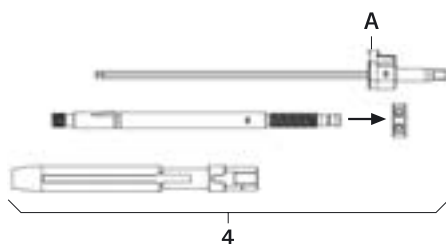

Fig. 1
- Desmontar a alavanca de reposição 4, ver Fig. 1: carregar fortemente no botão **A** e remover a chave de parafusos FW234R.